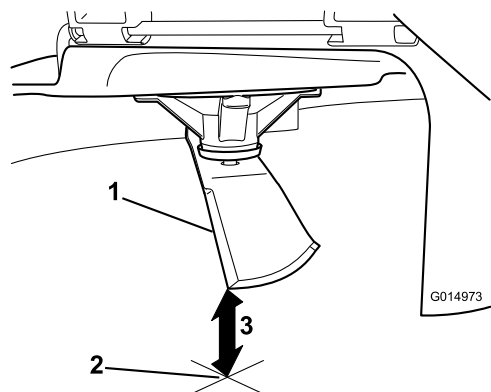

Bild 79
5. Messen Sie von der Messerspitze bis zu ebenen Fläche (Bild 79).